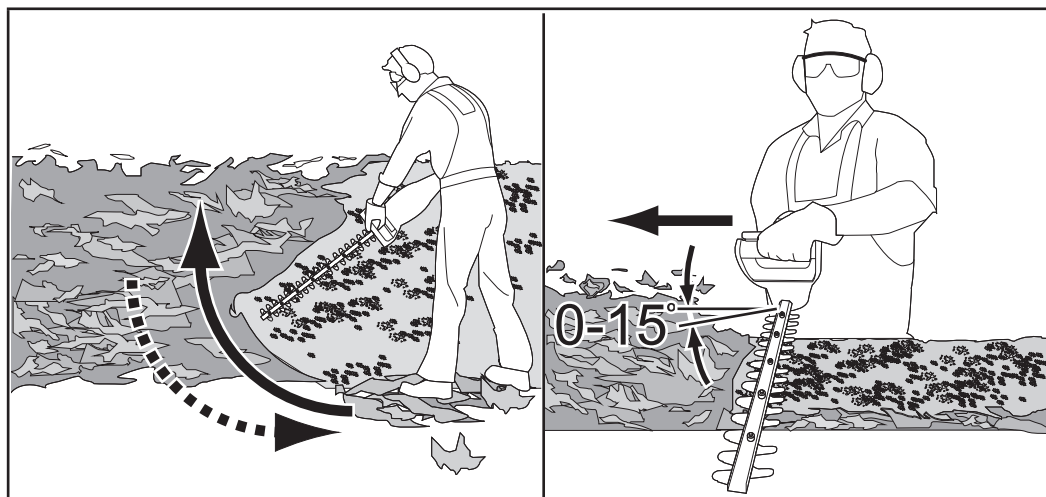

Fig. 6
- Sujete bien la máquina con una mano en la empuñadura delantera (1) y la otra en la empuñadura trasera (4). Nunca utilice esta máquina con una sola mano.
- No se apresure ni intente cortar demasiado con una pasada de cuchilla (9).
- En primer lugar, corte los laterales de abajo a arriba. De esta manera, evitará que los restos se interpongan en las zonas pendientes de corte (Fig. 6).
- Tras cortar ambos lados, continúe con la parte superior. Intente mantener la cuchilla (9) con una inclinación de aproximadamente 15° con respecto a la superficie de corte (Fig. 6).
- Cuando corte setos anchos con un área de corte visible, mueva la cuchilla (9) ligeramente a través de la superficie de corte a modo de barrido siguiendo la forma del seto o matorral. Se recomienda inclinar levemente hacia abajo la cuchilla en la misma dirección del movimiento para obtener mejores resultados (Fig. 6).